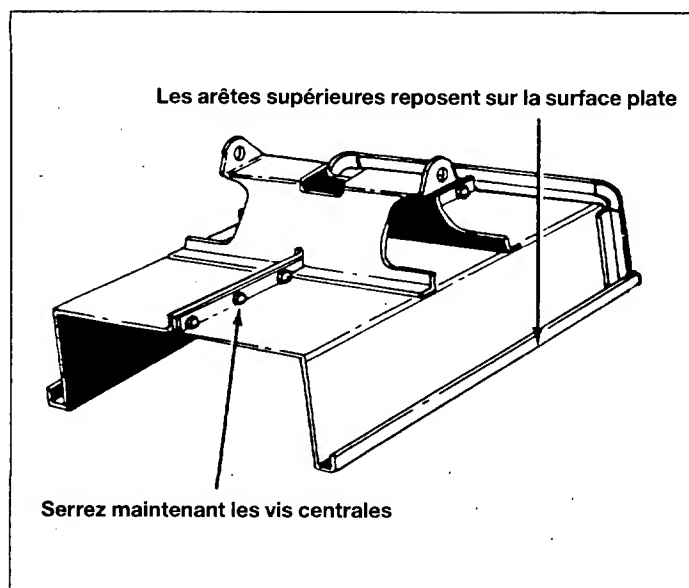

Fig. 6
11. Positionnez la remorque de telle façon qu'elle repose sur les arêtes supérieures conformément à la figure 6. Serrez les vis centrales qui ont été mentionnées dans le point 4.